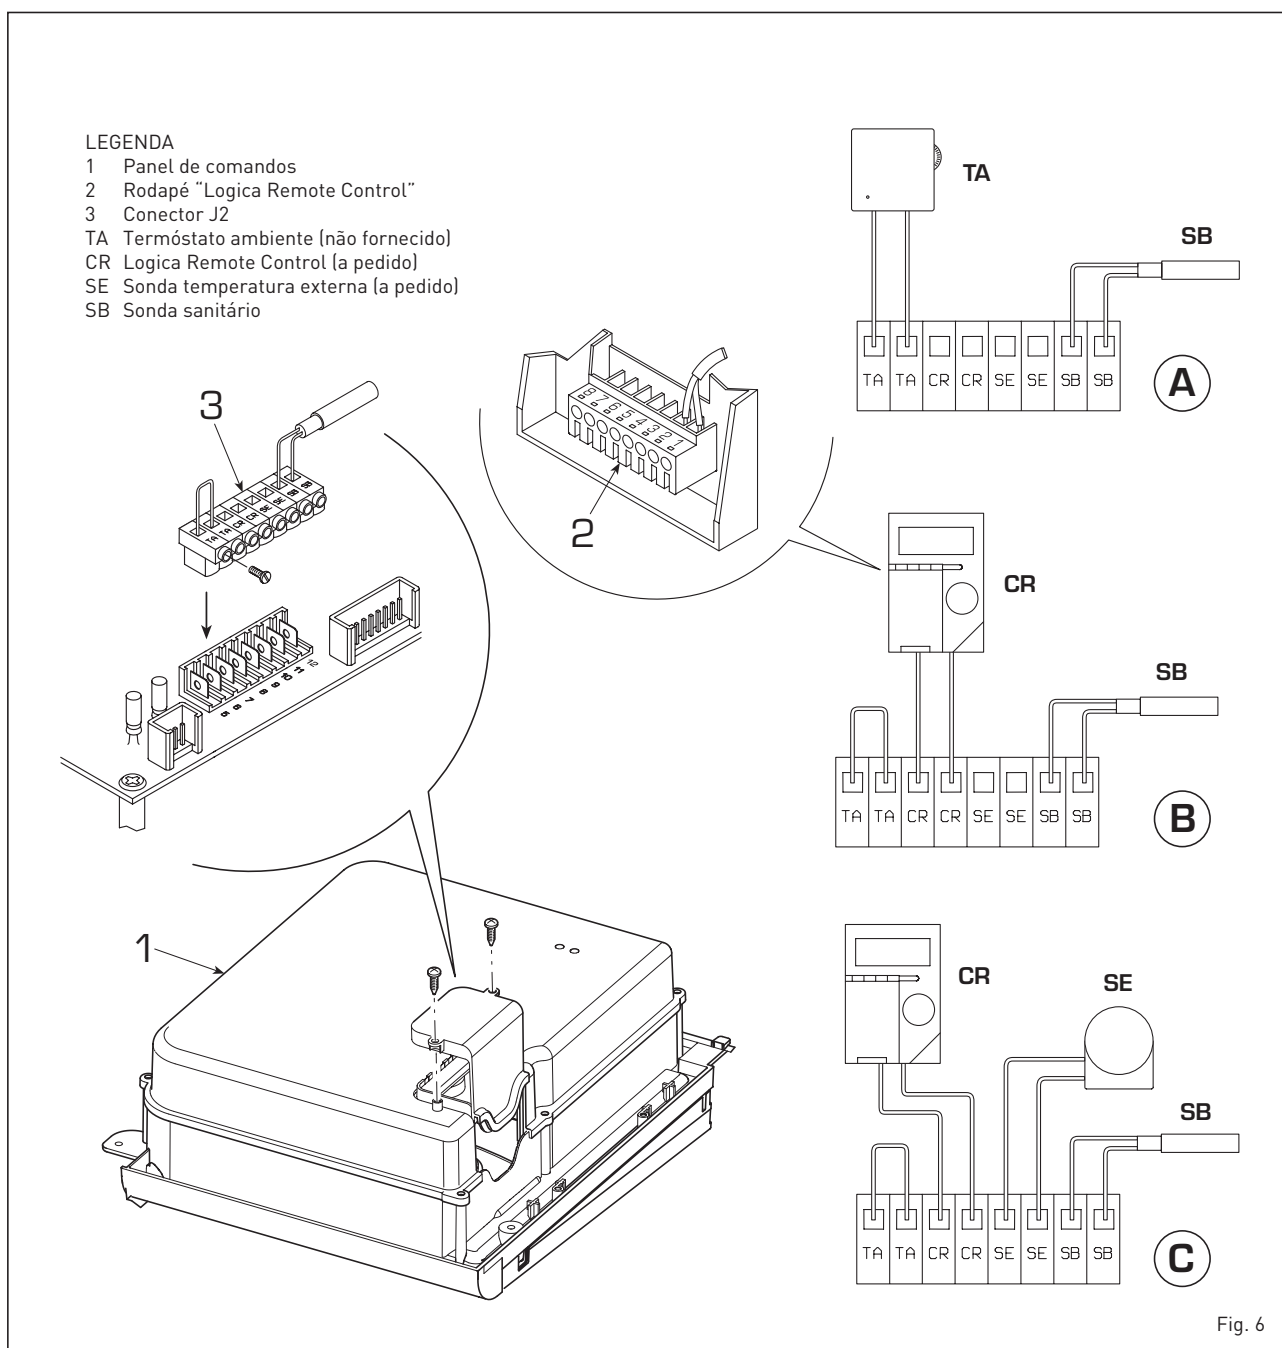

Fig. 6
Com o acumulador é fornecida a sonda sanitário (SB) que deve ser ligada à placa electrónica de controlo da caldeira como indicado na fig. 6.
2.6.1 Ligação do termóstato de ambiente (fig. 6 pos. A)
2.6.2 Ligação do "Logica Remote Control" (fig. 6 pos. B)
2.6.3 Ligação da sonda de temperatura externa (fig. 6 pos. C)
Os acumuladores “BT130 - BT150” são fornecidos com uma sonda sanitário (SB) a ligar à ficha J2 (3 fig. 6). Quando o acumulador é acoplado às caldeiras “22 OF - 32 OF”, introduzir a sonda na bainha situada na manilha de inspecção, controlo e limpeza do acumulador.